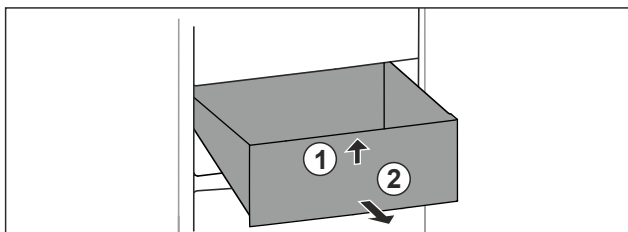

Fig. 101
- ▶ Ridicați sertarul în față. Fig. 101 (1)
- ▶ Extrageți sertarul spre înainte. Fig. 101 (2)